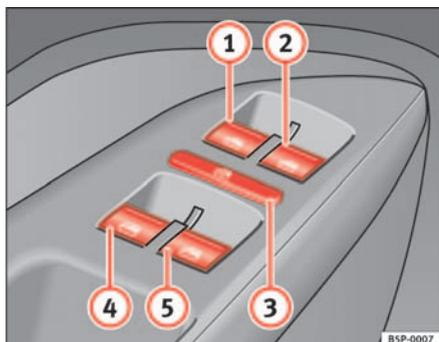

Fig. 70 Dettaglio della porta del conducente: comandi per l'apertura e la chiusura dei finestrini anteriori e posteriori
I tasti ⇒ pag. 109, fig. 70 ① e ② hanno due livelli per l'apertura e due per la chiusura dei finestrini. In questo modo è più facile eseguire le operazioni di apertura e chiusura.